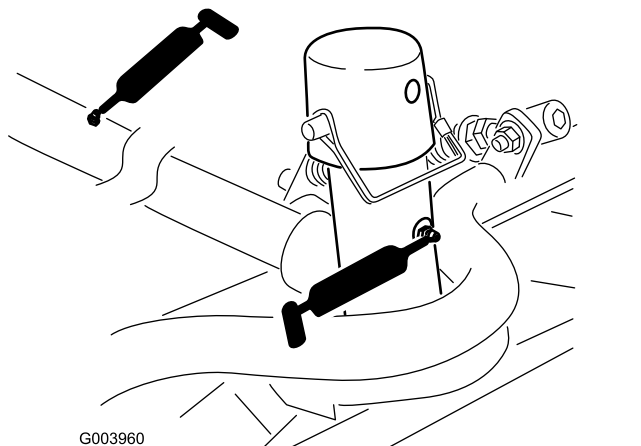

Bild 40
- Schneideinheitträgerahmen und Drehzapfen (2) (Bild 40)